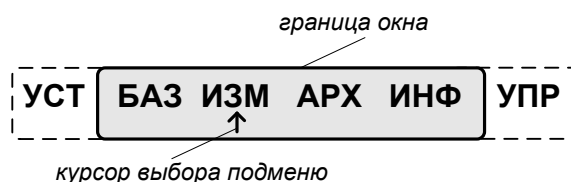

Рис.3. Вид окна индикации основного меню.
2.1.1.3. Окно индикации основного меню (рис.3) содержит обозначения пунктов подменю (меню более низкого уровня), которые располагаются в одной строке (горизонтальное меню) и курсор под одним из пунктов меню. Одновременно в окне индикации основного меню может отображаться не более 4-х обозначений пунктов подменю, которые могут смещаться влево или вправо при соответствующем перемещении курсора.
2.2.2.1. Для входа в подменю установочных параметров необходимо в основном меню (рис.3) кнопками , + установить курсор под пунктом **УСТ** и нажать кнопку . Возможные переходы в подменю показаны на рис.4.